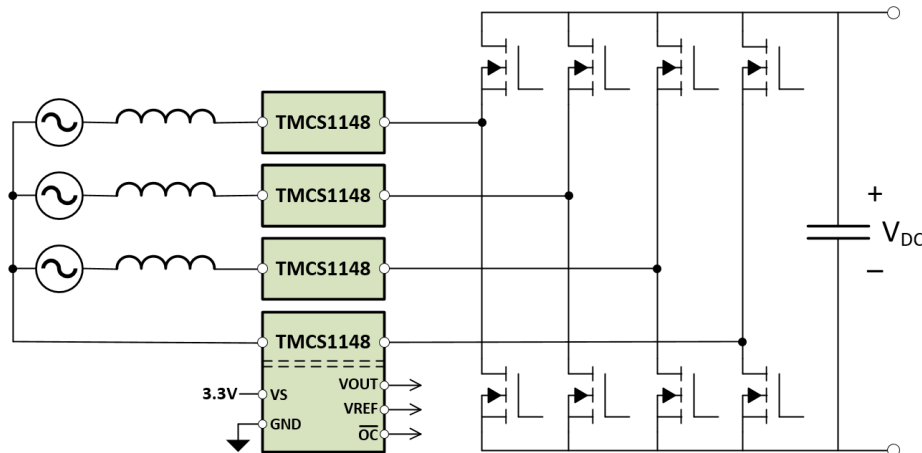

图 10-2. 交流/直流转换器电流检测
在许多应用中，电源必须从交流转换为直流后用于电路。为了提高功率传输效率，通常需要某种类型的受控功率因数校正 (PFC) 级。现代 PFC 级正在使用越来越快的电源开关，以减小总体尺寸并提高功率传输效率。通常，交流/直流转换器的 PFC 级直接连接到交流电网。PFC 级检测面临的一个主要挑战是，在电荷传输期间，电流传感器会遇到来自高压 (HV) 电网的大电压尖峰以及来自高速电源开关的高瞬态能量。TMCS1148 结构中固有的隔离功能可在 HV 电流检测节点和低压控制电路之间提供高级别的隔离，并具有高共模瞬态抗扰度 (CMTI)，因此有助于应对这些挑战。图 10-2 显示了 TMCS1148 在常见交流/直流转换器级中测量相电流的使用方法。